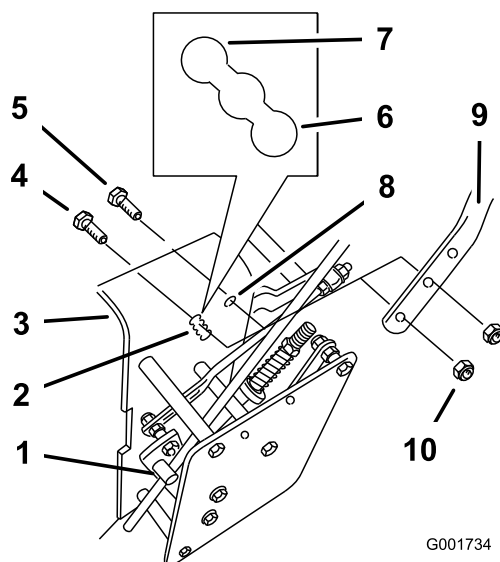

Figure 22
2. Desserrez les boulons à embase supérieurs (3/8 x 1-1/4") et l'écrou à embase de fixation de la poignée au bâti arrière (Figure 22).
3. Retirez les boulons à embase supérieurs ((3/8 x 1 pouce)) et les écrous à embase de fixation du guidon au bâti arrière (Figure 22)